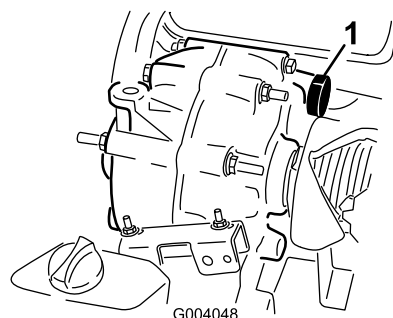
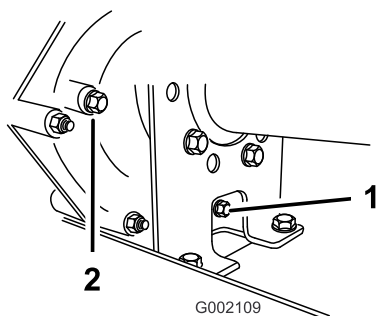

Figure 43
Figure 42
2. Enlevez le bouchon de vidange sur le côté du réservoir (Figure 42) et faites couler le liquide dans un bac de vidange. Revissez le bouchon de vidange en place lorsque la vidange est terminée.
3. Versez environ 1,4 l d'huile moteur SAE 10W30 dans le réservoir (Figure 43) ou faites l'appoint jusqu'à ce que le niveau atteigne le bas du trou d'indication de niveau (Figure 42).